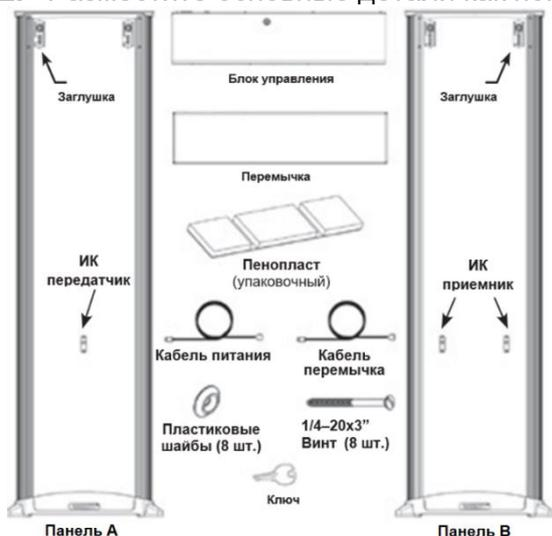

Рисунок 9
2. Разместите основные детали как показано на рисунке ниже (см. Рисунок 9):
- Подготовьтесь к сборке, как показано на рисунке выше (см. Рисунок 9), положите Панель А слева, а панель В справа.
- Подготовьтесь к сборке, как показано на выше (см. Рисунок 9), положите Панель А справа, а панель В слева.